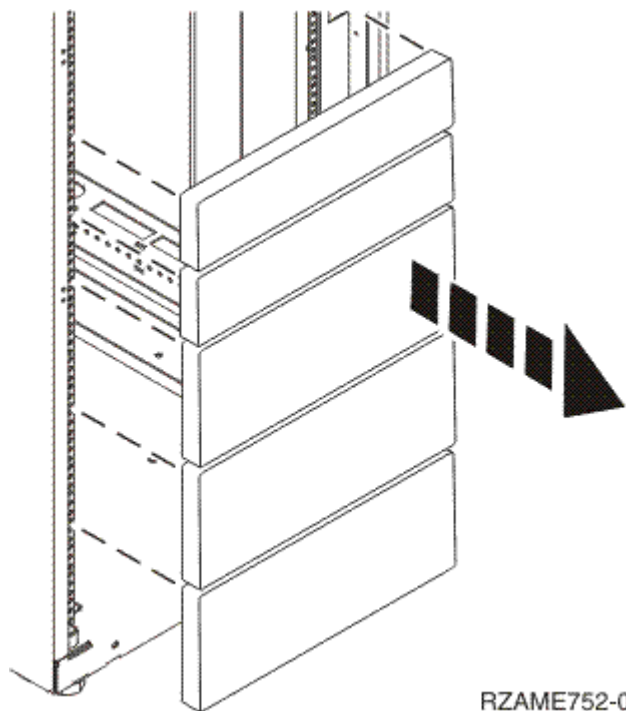

Рисунок 1. Снятие заглушек
3. При необходимости снимите заглушки для доступа внутрь стойки в том месте, где планируется установить блок (см. Рисунок 1 на стр. 3).